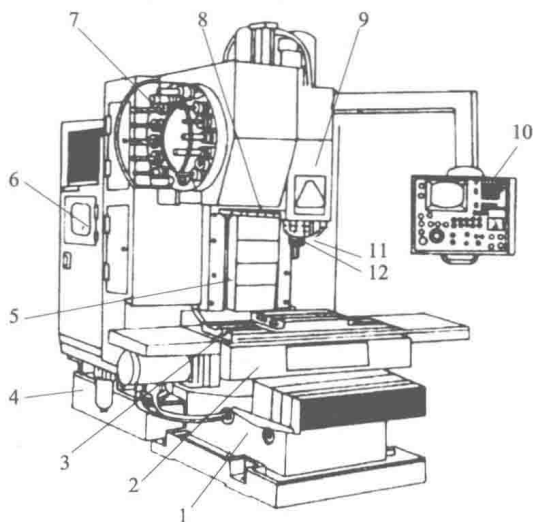

图 1-2 立式加工中心结构图
1. 查阅图 1-2 所示数控加工中心各主要组成部分的名称和作用,并填写在表 1-12 中。